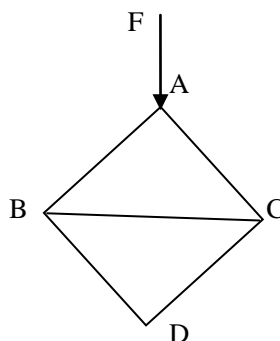

图 2
- 2 如图 2 所示为一正方形桁架, 已知各杆的横截面积均为 $A=20\text{cm}^2$, 载荷 $F=50\text{kN}$ 。试求各杆横截面上的应力。(7 分)